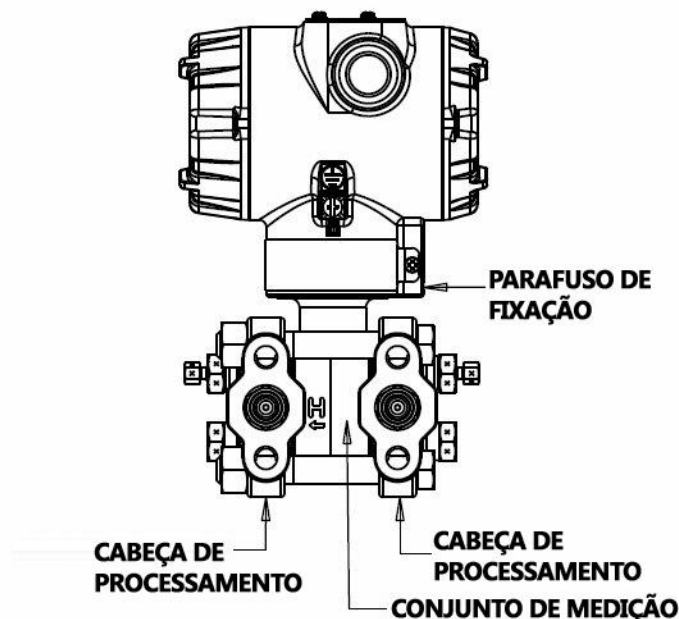

Figura 23 – Localização do hardware para remover o conjunto de medição
8. Consulte a Figura 23. Utilize uma chave hexagonal de 2 mm para desapertar completamente o parafuso de fixação no exterior da caixa para permitir rodar o conjunto de medição.